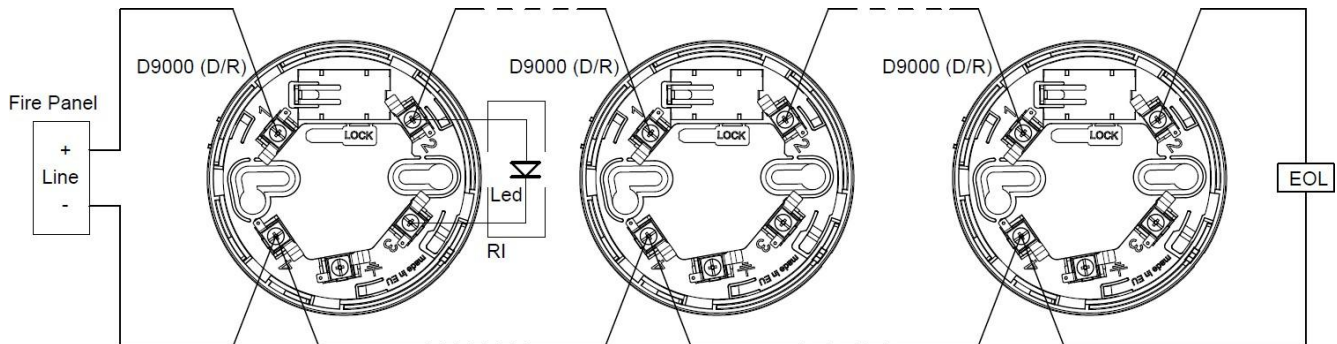

Fig. 1
- Connectez les câbles électriques selon le schéma ci-joint (Figure 1) ;;